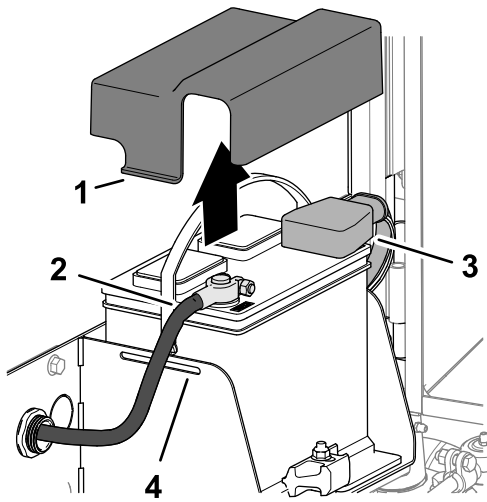

Figura 97
3. Presione los lados de la tapa de la batería y retire la tapa de la bandeja de la batería (Figura 97).